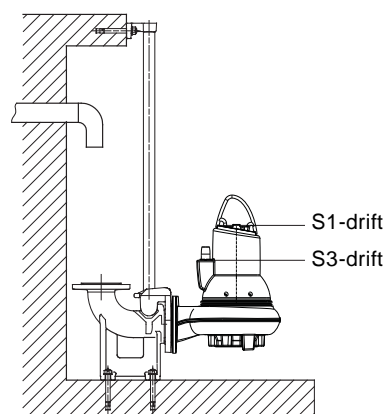

Fig. 2 Stoppnivåer
- **S1-drift** (kontinuerlig drift). Pumpen måste alltid vara täckt av den pumpade vätskan till motorns överkant. Se fig. 2.
- **S3-drift** (intermittent drift). Pumpen måste alltid vara täckt av den pumpade vätskan till kabelgenomföringens överkant. Se fig. 2.